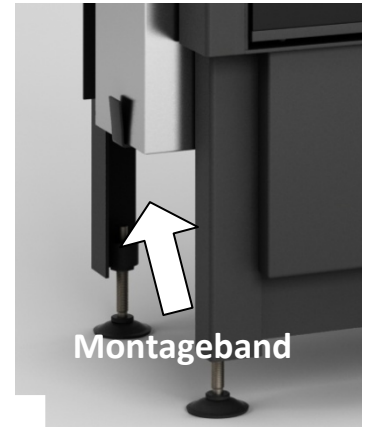

Bild. 1.1
- Der Kontergewicht zu blockieren, Montageband um Montageblech zu befestigen, Montageblech befindet sich seitlich zwischen Kamineinsatz Füßen (Bild 1.1),